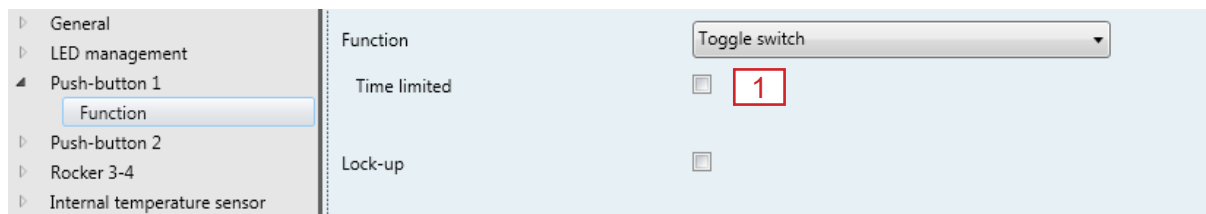

Figura 15: Funzione “COMM. (commutazione)” del tasto/dei tasti
- i** La funzione di blocco può essere attivata per il rispettivo tasto singolo (apporta il segno di spunta Figura 15 ,1).
i La funzione di blocco può essere attivata per il rispettivo bilanciante (apporre il segno di spunta, Figura 15 ,1).
Nella seguente finestra di parametri avviene la configurazione della funzione “COMM. (commutazione)” per il concetto di utilizzo tasto e bilanciere (Figura 15).
Questa funzione è disponibile in entrambi i concetti di utilizzo, se la spunta in Figura 15, 1 è attiva.